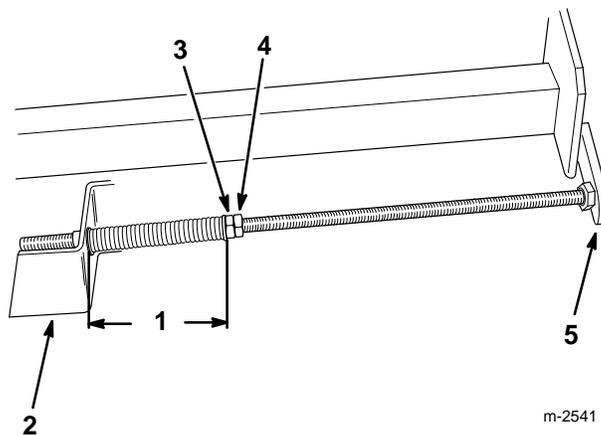

Abbildung 8
6. Das Federende der Justierwelle in die Bohrung im Deckmontagebügel stecken. Darauf achten, daß das kleine Ende der Buchse in die Bohrung im Deckbügel paßt. Das Sicherungsmutterende der Justierwelle in die Haltezunge des Trägerrahmens stecken (Abb. 8).
7. Zum Spannen des Riemen die vordere Gegenmutter an jeder Justierwelle anziehen, bis die Federn auf 12,7 cm (5") zusammengedrückt sind. Die zusammengedrückten Federn zwischen Abstandstück und Buchse messen (Abb. 8).
8. Die hinteren Gegenmuttern anziehen (Abb. 8).